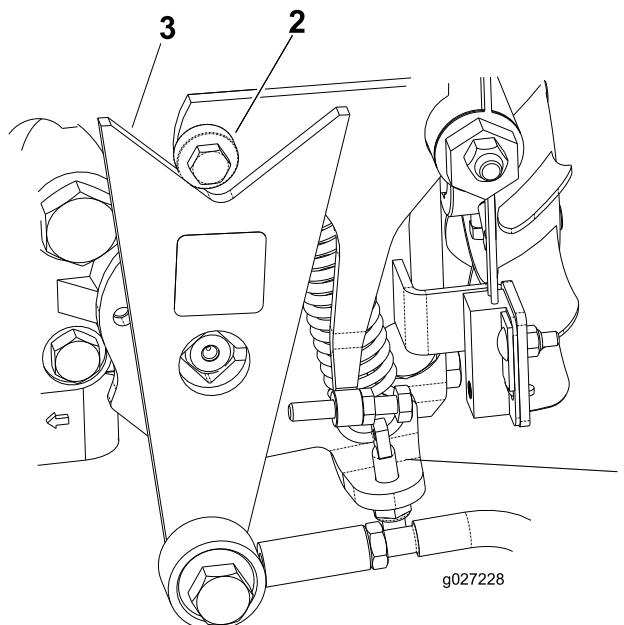

Figura 43
- Si las ruedas giran en la dirección correcta, apague el motor y ajuste la contratuerca del pasador de ajuste del muelle (Figura 43). Ajuste la posición de punto muerto de la tracción; consulte Ajuste del punto muerto de la transmisión de tracción (página 36).